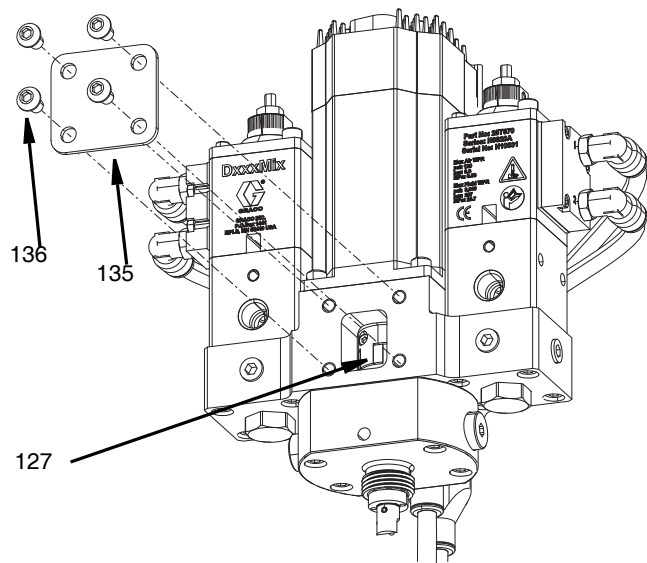
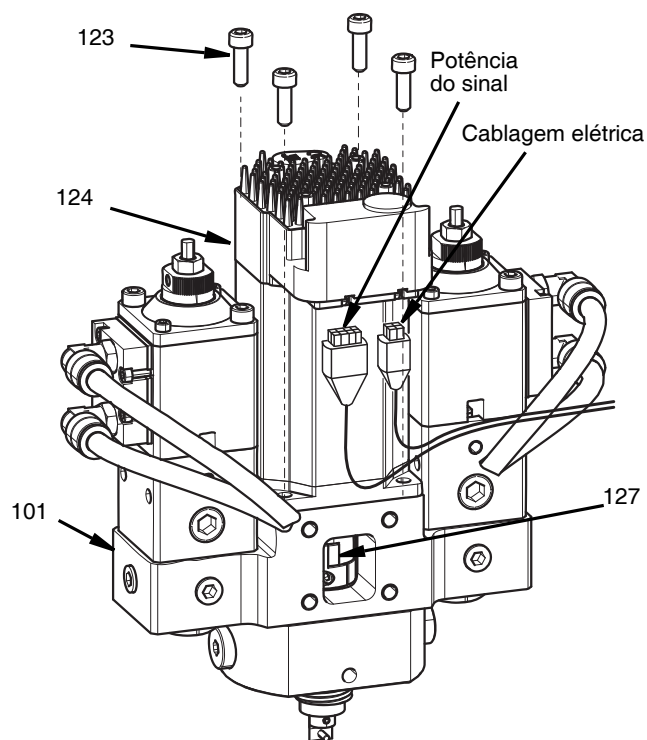

FIG. 31
FIG. 34
2. Remova a tampa do acoplamento (135) removendo os quatro parafusos M6 (136) com uma chave sextavada de 5 mm.
3. Solte o parafuso de fixação na parte inferior do acoplamento rotativo (127) usando uma chave sextavada de 2,5 mm. Consulte a FIG. 31
3. Retire os quatro parafusos M6 que seguram a tampa do acoplamento utilizando uma chave sextavada de 5 mm. Consulte a FIG. 31, página 40.
4. Desaperte o parafuso de fixação M3 na parte superior do acoplador (127) usando uma chave sextavada de 2,5mm. **NOTA:** Não use uma chave sextavada de ponta esférica
5. Retire os quatro parafusos M5 (123) com uma chave sextavada de 4mm.
6. Remova o motor pneumático (124). Consulte a FIG. 34.